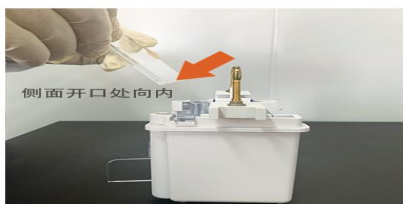

图 3
3. 按照图示中的方法将胶板安装到凝胶电泳装置中(如图 3)